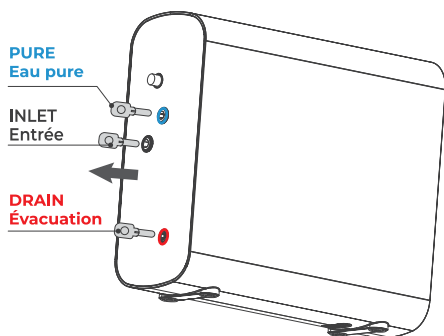

Figure 12
**REMARQUE :** D'abord, confirmez la longueur de tuyau dont vous avez besoin, puis coupez le tuyau s'il est trop long, en vous référant à « Comment utiliser les raccords à connexion rapide » à la page 19. Avant de brancher le tuyau en PE au système, retirez les bouchons des orifices d'eau correspondants (**Figure 12**).